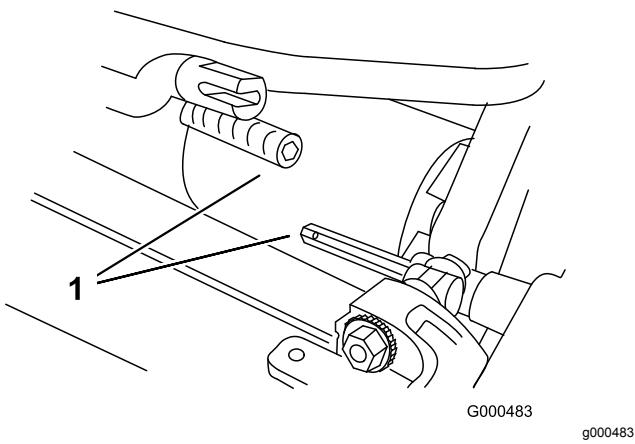

Figura 6
3. Spingete l'apparato di taglio sotto la trattice e a sinistra per innestare il giunto di trasmissione (Figura 6).